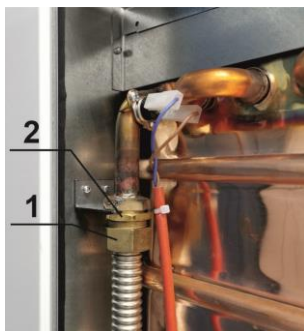

Рис. 16. Демонтаж труб и теплообменника
- 5) ключом на 30 отвернуть две гайки 1 (см. Рис. 16) крепления труб к теплообменнику;
- 6) ключом на 30 отвернуть две гайки 2 (см. Рис. 16) крепления штуцеров теплообменника к кронштейнам задней стенки;